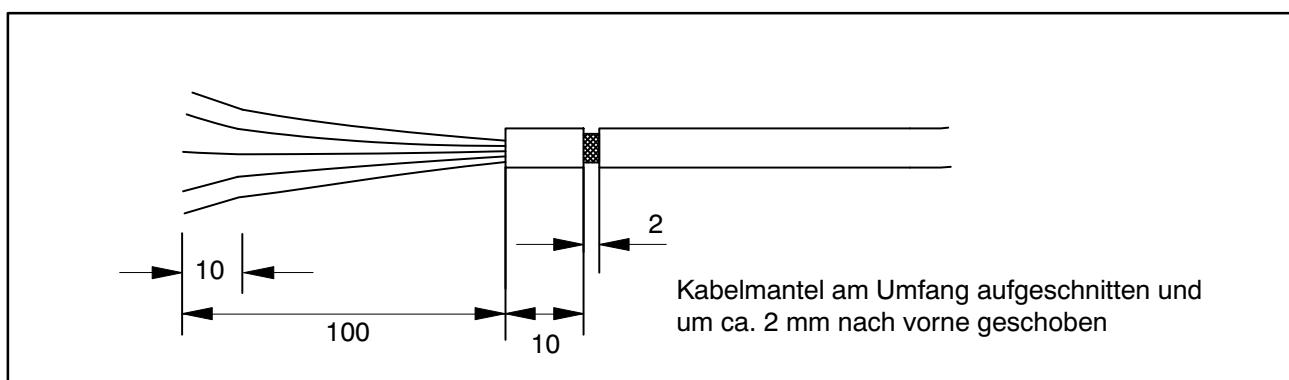

Abb. 6.2: Eingeschnittener Kabelmantel
4. Schneiden Sie den Kabelmantel entsprechend Abb. 6.2 ein, damit der Schirm zugänglich wird.